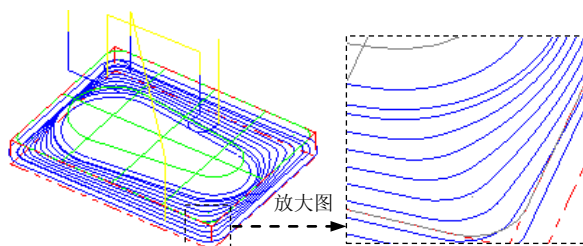

图 4.3.47 刀具路径
Step5. 单击“2D 刀路 - 挖槽”对话框中的 按钮，完成加工参数的设置，此时系统将自动生成图 4.3.47 所示的刀具路径。
(1) 在“操作管理”中单击 刀路 - 113.6K - POCKET_2.MC - 程序号 0 节点，系统弹出“刀路模拟”对话框及“刀路模拟控制”操控板。
(2) 在“刀路模拟控制”操控板中单击 按钮，系统将开始对刀具路径进行模拟，结果与图 4.3.47 所示的刀具路径相同，在“刀路模拟”对话框中单击 按钮。